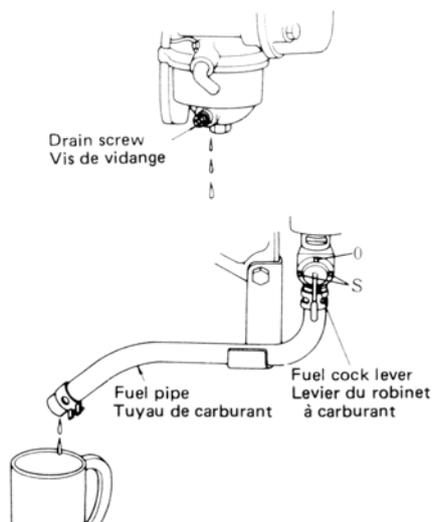

Fig. 15
- 4) Loosen the drain screw to empty the carburetor and receive the gasoline in a recipient. (The fuel contained in the carburetor may be emptied by operating the engine until it stops.) (Fig. 15)
- 4) Desserrer la vis de vidange pour vider le carburateur et récupérer l'essence dans un récipient. (On pourra vider l'essence du carburateur en faisant tourner le moteur jusqu'à ce qu'il s'arrête.) (Fig. 15)